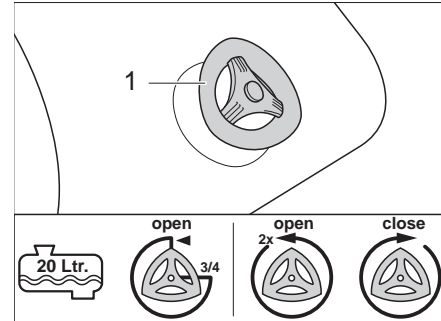

Bild 241 Avtappningskran
- 1/2 full eller mindre: Vrid avtappningskranen (Bild 241,1) ett 3/4-varv moturs.
- 3/4 full och mer: Vrid avtappningskranen (Bild 241,1) 2 varv moturs.
- Stäng avtappningskranen (Bild 241,1) medurs.